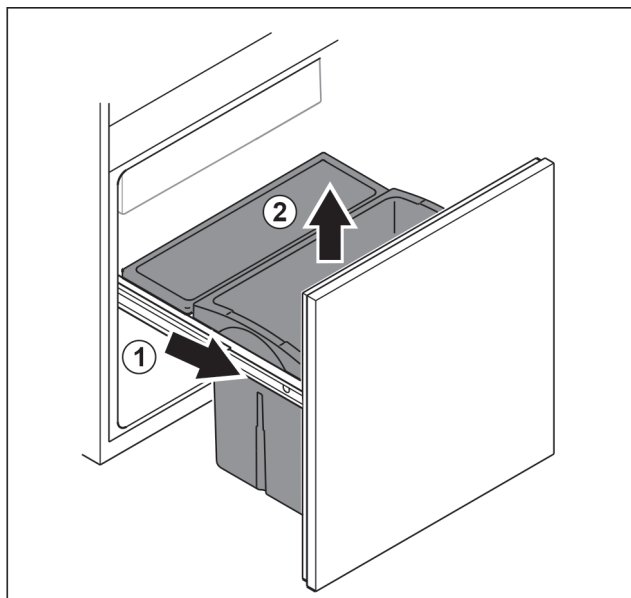

Fig. 80
- ▶ Scoateți căruciorul de extragere până la opritor. Fig. 80 (1)
- ▶ Scoateți sertarul în sus. Fig. 80 (2)